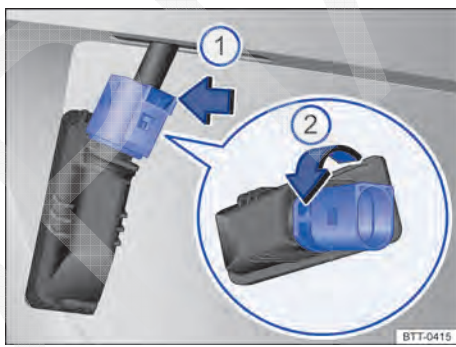

Fig. 251 Lanterna da placa licença: desinstalar o suporte da lâmpada.
4.	Pressionar a trava da tomada de ligação no sentido da seta ⇒ Fig. 251 ① e desencaixar a tomada de ligação.
5.	Girar o suporte da lâmpada no sentido da seta ② e retirar com a lâmpada incandescente.
7.	Encaixar o suporte da lâmpada na lanterna da placa de licença e pressionar no sentido contrário ao da seta ② até o batente.